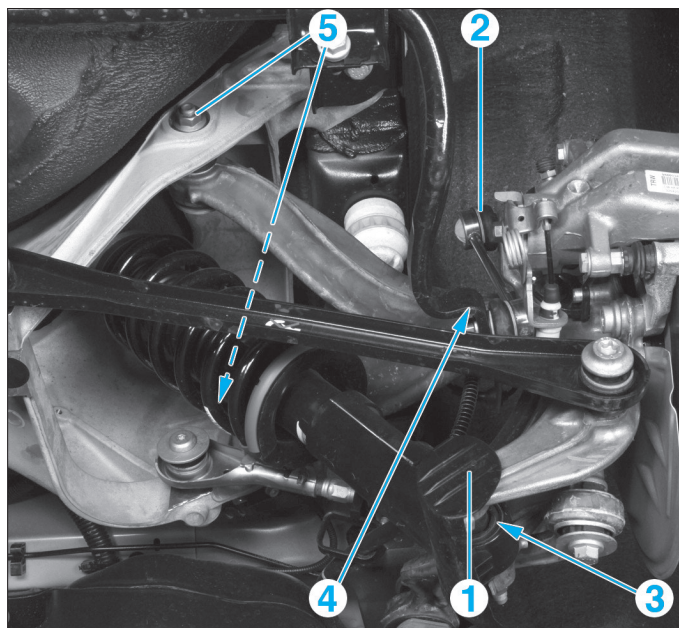

Fig. 45
- la protection inférieure (1) d'amortisseur (Fig.45),
- la fixation supérieure (2) de la biellette de barre stabilisatrice et l'extraire,
- la fixation inférieure (3) d'amortisseur,
- la fixation supérieure (4) du triangle sur le support du moyeu.
- les 2 fixations (5) du triangle supérieur sur la traverse de train arrière.